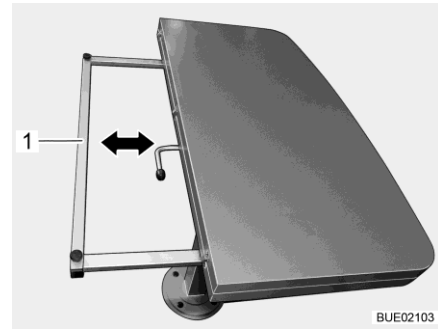

Fig. 132 Riduzione del piano del tavolo
- Tenere fermi i telai di sostegno (Fig. 132,1) sui due lati e spingerli in modo uniforme sotto il piano del tavolo fino all'arresto.